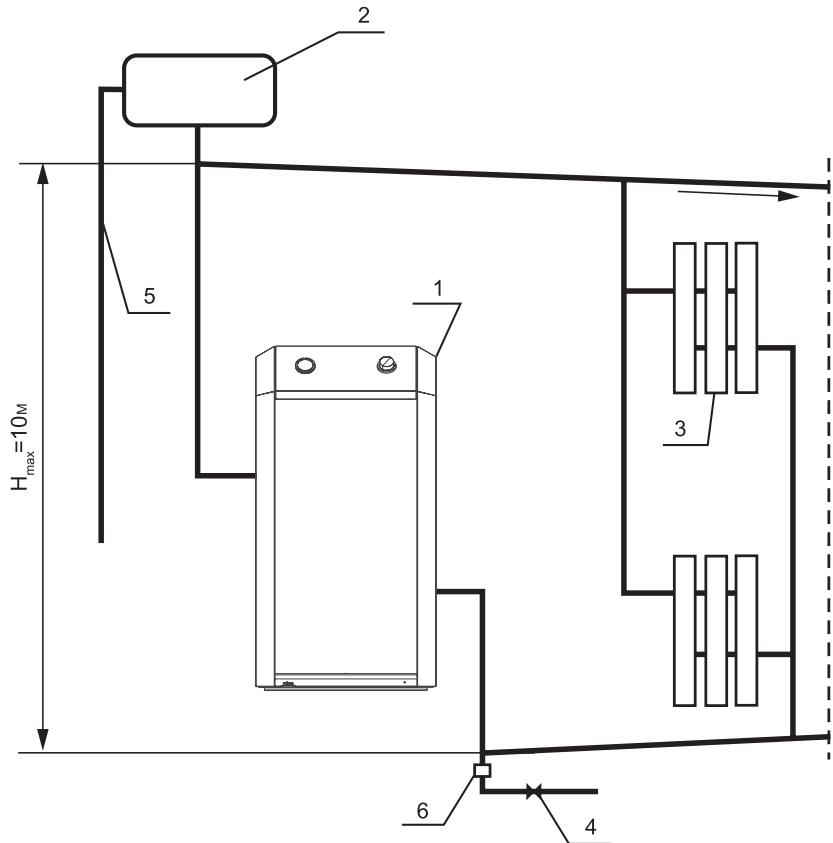

Рис. 2.
- 6.7. Радиаторный бачок устанавливается в верхней точке каждого стояка, жалобно в отводе пневматического помещения. Запрещается устанавливать вентиль на сигнальной трубе (см. рис. 2, 3).